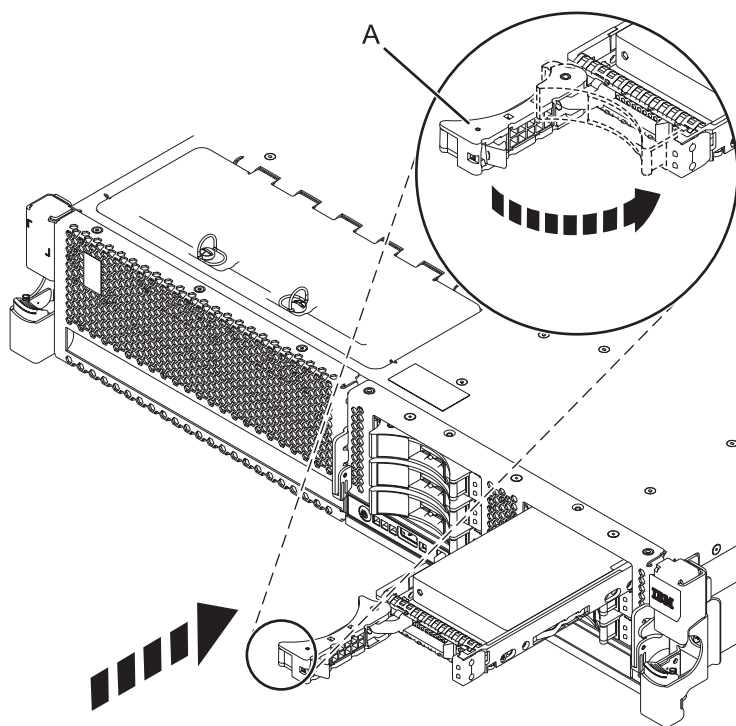

Figure 19. Installation d'une unité de disque dans l'unité centrale
- Lorsque le voyant d'identification clignote, faites glisser complètement l'unité dans l'unité centrale, et poussez complètement la poignée (A) de l'unité jusqu'à ce qu'elle se verrouille, comme indiqué à la figure 19, à la page 30.